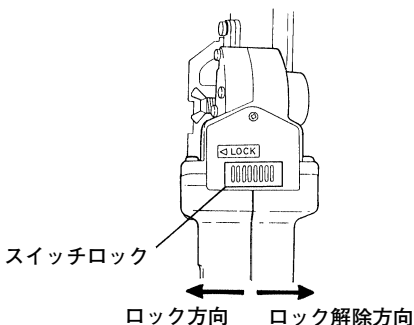

図 11
- 本機を運転するときは、まずスイッチロックを右に動かし、スイッチのロック状態を解除してください。(図 11)
- 使用後は必ずスイッチをロック(L O C K)してください。(図 11)